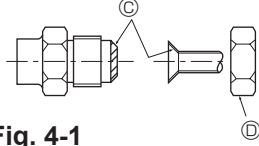

Fig. 4-1
(A) (Fig. 4-1)
(B) (Fig. 4-1)
4.2. Boruların bağlanması (Fig. 4-1)
- Geçme somunu sıkmadan önce boru ve conta bağlantı yüzeylerine ince bir tabaka halinde soğutucu yağı uygulayınız. (A)
- Boru bağlantılarını 2 somun anahtarıyla sıkınız. (B)
- Bütün geçme yatağı üzerine soğutucu makine yağı sürünüz. (C)
- Aşağıdaki boru büyüklüklerine uygun geçme somun kullanın. (D)